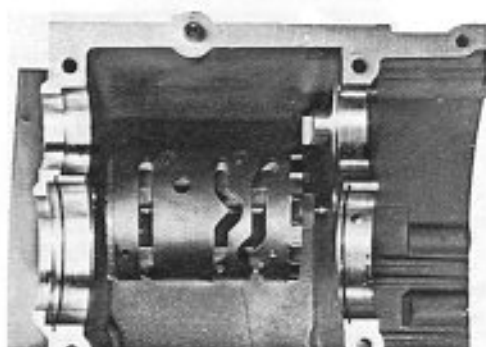

Fig. 163
- Togliere la vite a testa esagonale e rimuovere la leva fermamarce, con relativa rondella e boccola (Fig. 163).
- Undo the hex-headed screw and remove the detent arm with washer and sleeve (Fig. 163).